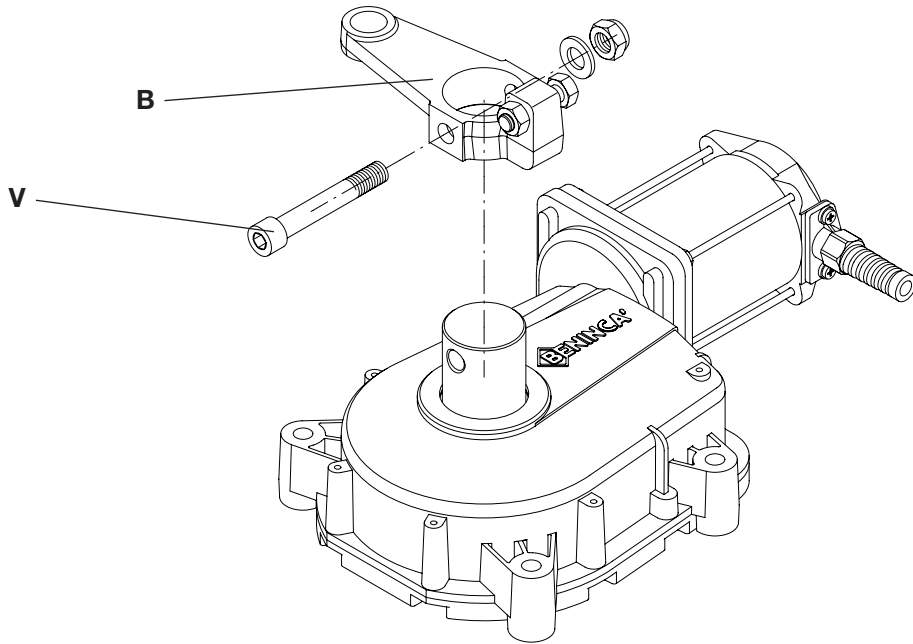

Fig.2
- 1 Pleuel "B", wie in Abb. 2 einbauen. Dabei Schrauben V fest anziehen (Max Anziehmoment 45 Nm).